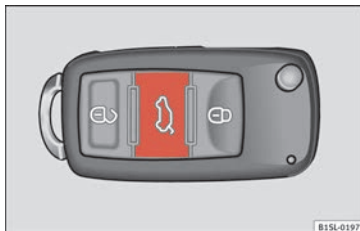

Fig. 106 Sulla chiave del veicolo: pulsante per sbloccare e aprire il portellone.
- Premere il pulsante della chiave del veicolo » **fig. 106** per circa un secondo per sbloccare il portellone posteriore.